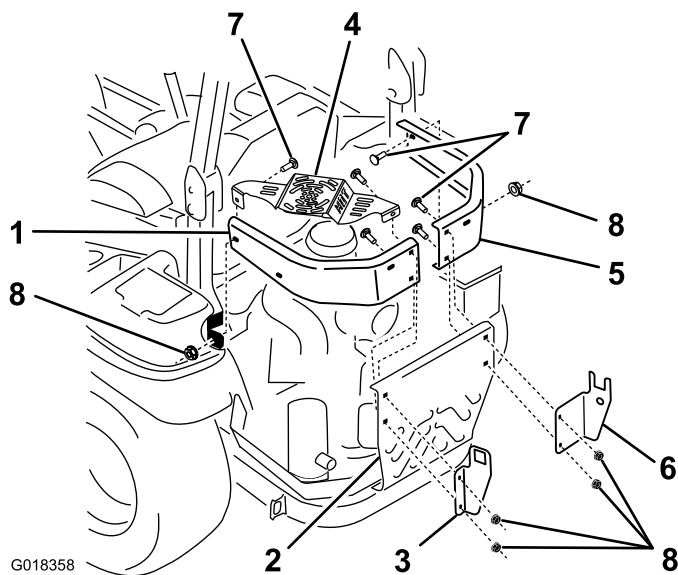

Figura 4
- A. Togliete i dadi e i bulloni che fissano il paraurti sinistro e il carter della marmitta al telaio e alla protezione centrale del motore, come illustrato in Figura 4.
- Allineate il nuovo paraurti laterale sinistro con il punto di fissaggio anteriore sul telaio e i punti di fissaggio del paraurti sulla protezione centrale del motore (Figura 4).
- Allineate la flangia di montaggio (la flangia con 2 fori) della staffa sinistra di supporto del telaio a sinistra, come illustrato in Figura 4.
- Allineate i fori della staffa sinistra di supporto del telaio e i fori sul retro del paraurti laterale sinistro con i fori sulla protezione centrale del motore (Figura 4).
- Fissate senza stringere la staffa e il paraurti alla protezione centrale del motore nel foro inferiore con un bullone a testa tonda (3/8" x 1 1/4") e un dado flangiato (3/8") (Figura 4).
- E. Posizionate il carter della marmitta con le flange di montaggio all'interno del paraurti laterale sinistro (Figura 4).
- F. Allineate i fori per la staffa sinistra di supporto del telaio, il paraurti laterale sinistro e il carter della marmitta sul foro superiore della protezione centrale del motore (Figura 4).
- G. Fissate senza stringere la staffa, il paraurti e il carter della marmitta alla protezione centrale del motore nel foro superiore con un bullone a testa tonda (3/8" x 1 1/4") e un dado flangiato (3/8") (Figura 4).
- H. Allineate i fori anteriori sul paraurti laterale sinistro e il carter della marmitta con il punto di fissaggio anteriore sul telaio (Figura 4).
- I. Fissate il paraurti e la protezione nel punto di fissaggio con un bullone a testa tonda (3/8" x 1 1/4") e un dado flangiato (3/8") (Figura 4).
- Allineate il nuovo paraurti laterale destro con il punto di fissaggio anteriore sul telaio e i punti di fissaggio del paraurti sulla protezione centrale del motore (Figura 4).
- Allineate la flangia di montaggio (la flangia con 2 fori) della staffa destra di supporto del telaio a sinistra, come illustrato in Figura 4.
- Allineate i fori della staffa destra di supporto del telaio e i fori sul retro del paraurti laterale destro con la protezione centrale posteriore del motore (Figura 4).
- Fissate senza stringere la staffa e il paraurti alla protezione centrale del motore con 2 bulloni a testa tonda (3/8" x 1 1/4") e 2 dadi flangiati (3/8") (Figura 4).
- Allineate il foro anteriore sul nuovo paraurti laterale destro con il punto di fissaggio anteriore sul telaio (Figura 4).
- Fissate il paraurti nel punto di fissaggio con un bullone a testa tonda (3/8" x 1 1/4") e un dado flangiato (3/8") (Figura 4).